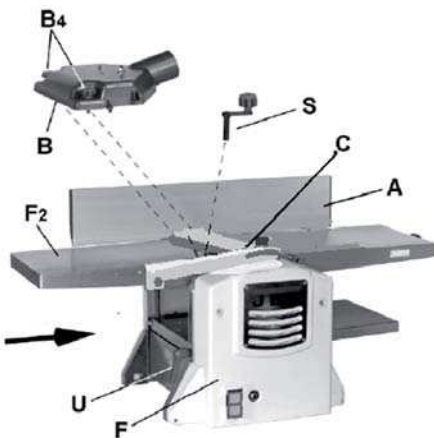

Рис. 15
- Якщо верстат налаштований в даний момент на операцію стругання-фугування, слід зняти лоток для видавлення пилу та відходів (B, Рис. 15).